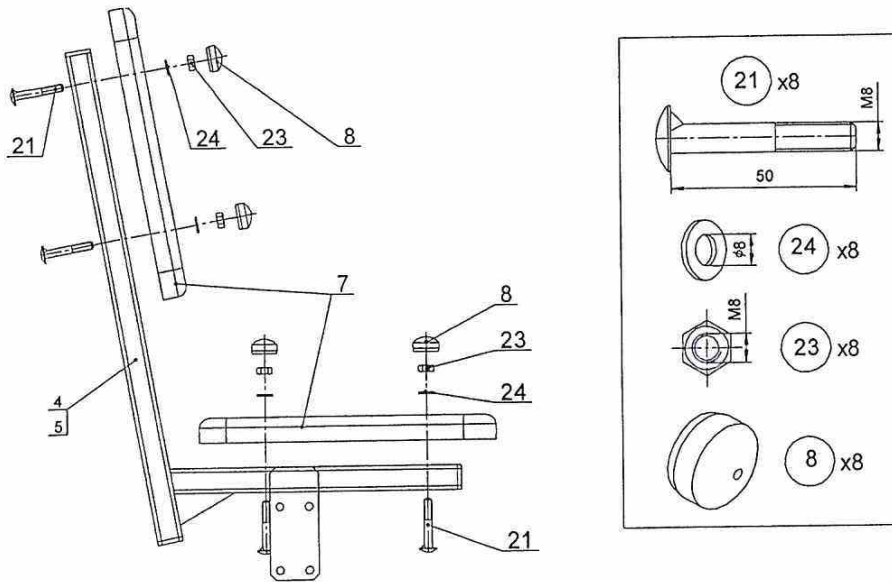

Рис.8
10.3.3.2 Установить сиденье (рис.8)